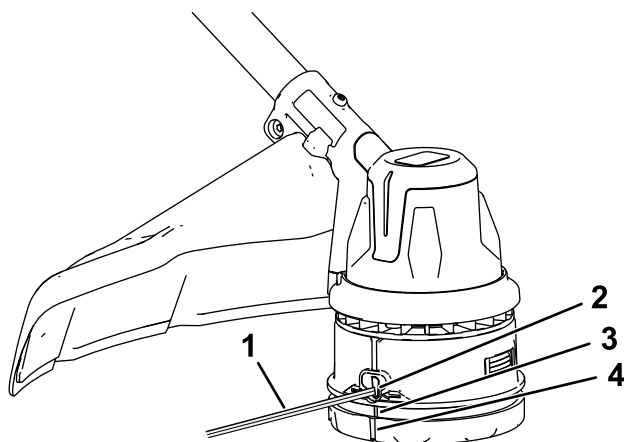

Figure 17
4. Appuyez et tournez le bas de la tête d'avancement dans la direction indiquée par les flèches (sens horaire) jusqu'à ce que les repères qui figurent sur le côté de la tête d'avancement soient en face des repères situés sous les œillets (Figure 17).